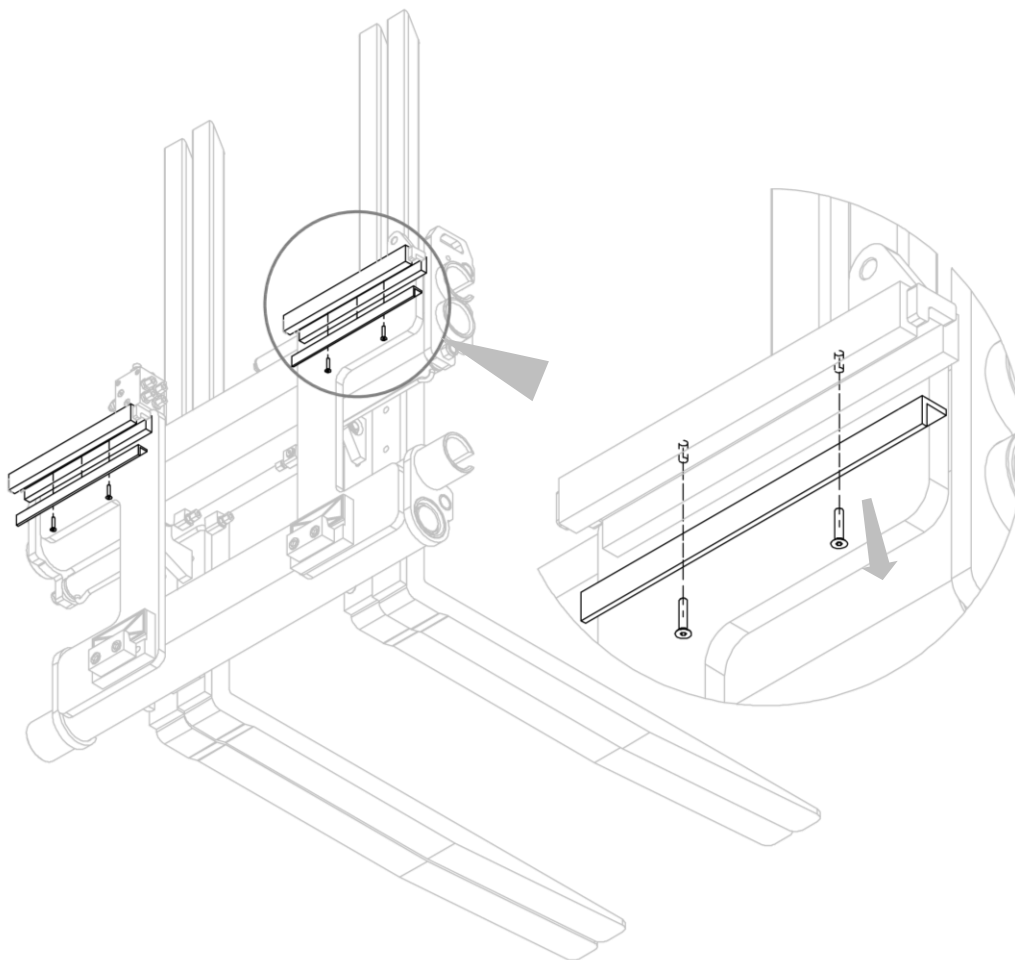

Figure 25
4. Extraire les douilles après avoir retiré les vis qui les fixent (voir *Figure 25*).